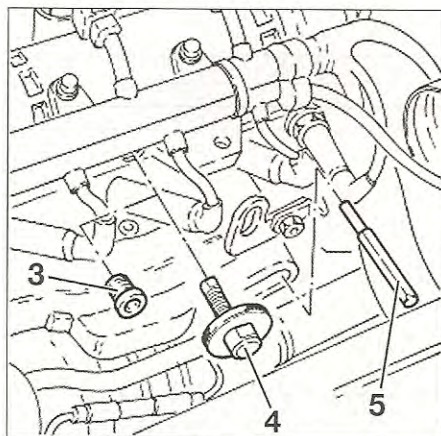

FIG. 4
- 4. Tornillo de calado de eje de levas (ref Fiat: 1871000900) (fig. 4).
- 5. Pasador de calado del cigüeñal \varnothing 6 mm (fig. 4).
- Desatornillar el tapón (3) y colocar en su lugar el tornillo de bloqueo (4) sobre el eje de levas de escape (fig. 4).
- Efectuar dos vueltas de cigüeñal en el sentido de rotación del motor y comprobar de nuevo el calado con los útiles preconizados (fig. 4).